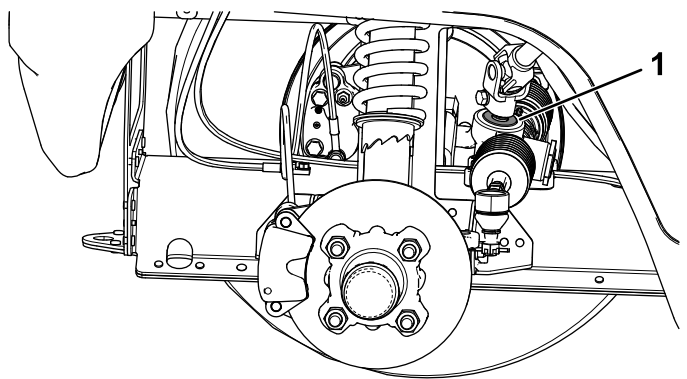

Figura 55
**Importante:** Ispezionate lo stato e la sicurezza della guarnizione dell'albero del pignone (Figura 55).